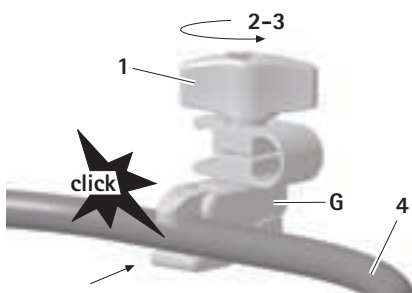

Fig. 6
- Klicka på infästningsklämman **G** på den önskade positionen på ramen **4** (BV814R/BV815R), se Fig. 6. Infästningsklämman **G** håller fast sig automatiskt i ramen **4**.